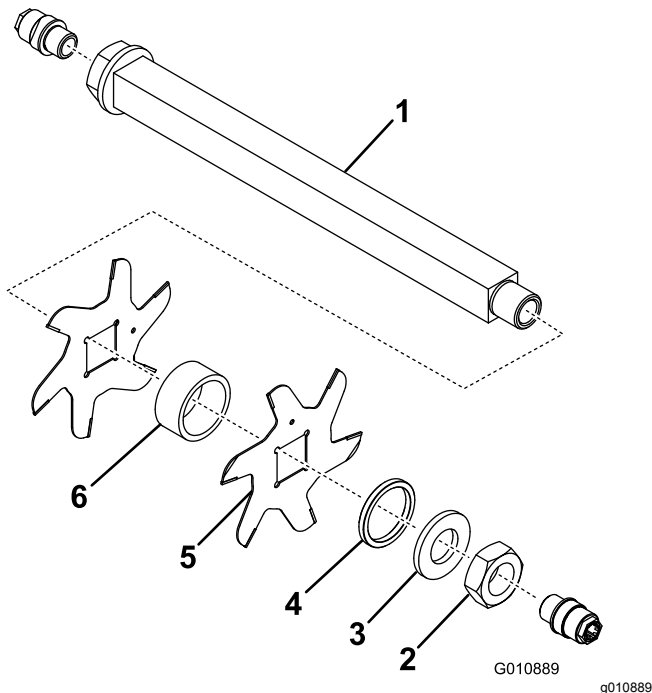

Bild 14
3. Entfernen Sie das kleine Distanzstück, die Scheibe, die Messer und die großen Distanzstücke. Reinigen und schmieren Sie die rechteckige Welle mit etwas Schmiermittel ein, um die Montage zu vereinfachen (Bild 14).